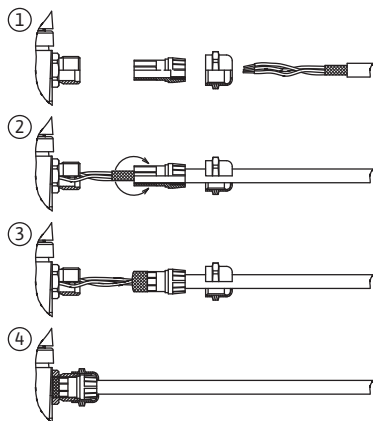

Rys. 18: Złącze kablowe M25
- Podłączenie elektryczne należy wykonać zgodnie z normą VDE 0730/ część 1 za pomocą stałego przewodu przyłączeniowego (przekrój min. $4 \times 2,5 \text{ mm}^2$, maks. $4 \times 6 \text{ mm}^2$) wyposażone w złącze wtykowe lub wtyczką dla wszystkich biegunów o min. rozwarciu styków wynoszącym 3 mm. Sieciowy przewód przyłączeniowy należy przeprowadzić przez złącze kablowe (rys. 18 poz. 1) M 25.